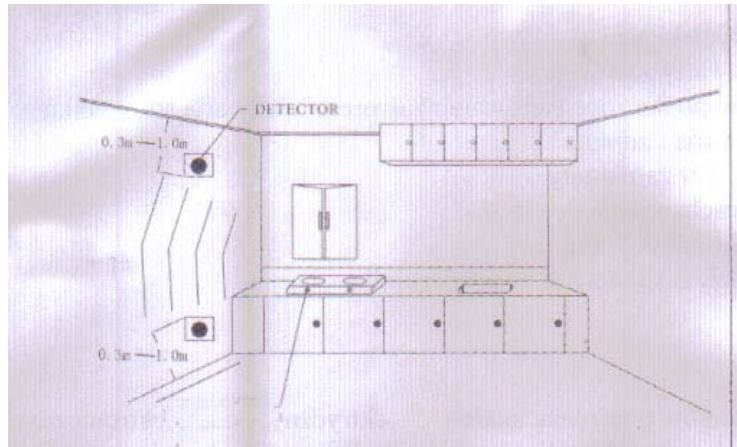

Fig. 1 Montarea detectorului
1. Exista gaze mai usoare decat aerul cum ar fi gazul natural si gaze mai grele decat aerul cum ar fi GPL. Prin urmare, este necesar să faceti instalarea în funcție de tipul de gaz. În cazul gazelor mai grele decât aerul instalarea se va face la o inaltime de la 0,3 - 1 m mai sus de podea, la o distanta de minim 1,5 m de sursa de gaz. În cazul gazelor mai ușoare decât aerul, instalati senzorul la o distanta de la 0.3m - 1m mai jos de tavan, la o distanta de minim 1,5 m de sursa de gaze. (vezi fig.1)